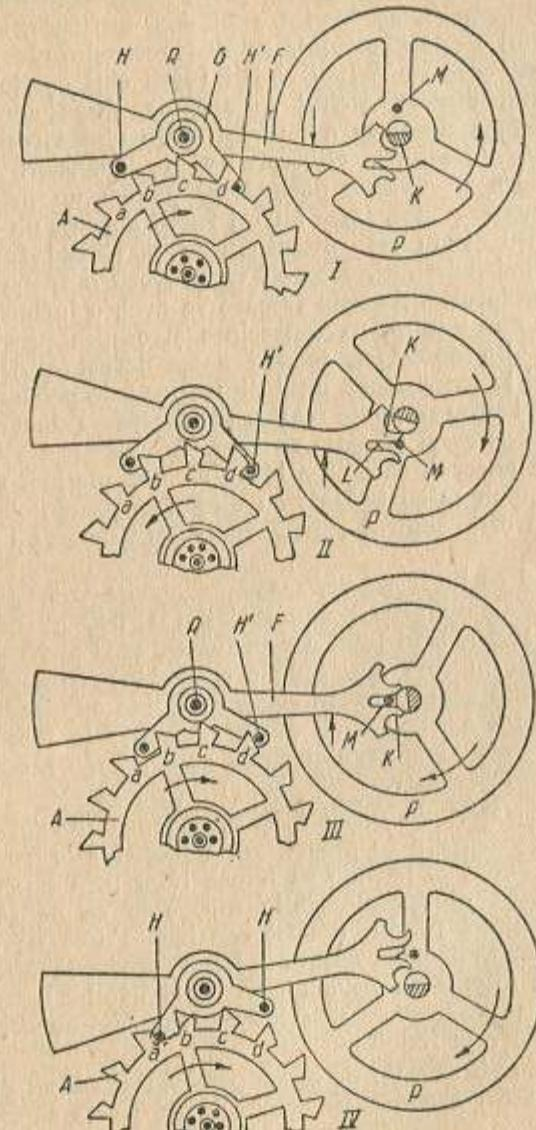

Fig. 47. Funcționarea ansamblului mecanism de mers-balansier
*Funcționarea ansamblului mecanism de mers — balansier* este arătată în fig. 47, I—IV.
*Pozitia I.* Șiftul *H* al furcii abia a trecut de pe suprafața de impuls a dintelui *b*. Furca ancorei a transmis balansierului impulsul. Balansierul execută o mișcare de oscilație liberă, răsucind totodată spirală (nu este arătată în fig. 47).